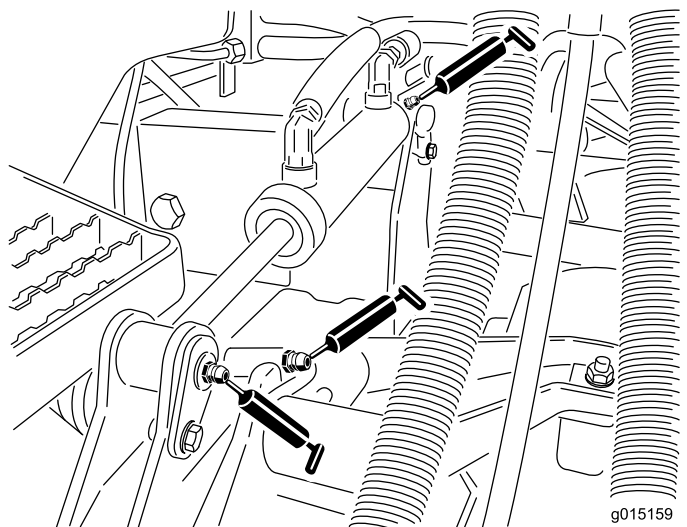

Figura 46
- Boccole (1 per piatto di taglio) del braccio di sollevamento (**Figura 46**).
- Boccole (2 per piatto di taglio) del braccio di sollevamento (**Figura 46**).